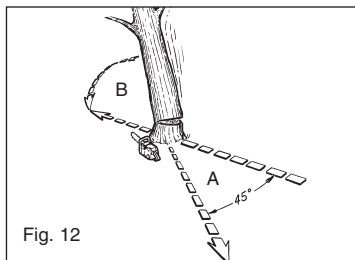

Fig. 12
ATTENZIONE: prima di tagliare ci si deve assicurare di non rimanere intrappolati quando l'albero cadrà (A). Questa zona libera dovrebbe trovarsi dietro, diagonalmente, rispetto al lato posteriore della prevista direzione di caduta, come rappresentato nella Fig. 12.
ATTENZIONE: Quando il taglio di caduta si avvicina al punto di ancoraggio, l'albero inizia a cadere. Appena l'albero inizia a cadere, togliete la sega dal taglio, spegnete il motore, posate la sega a catena e lasciate l'area attraverso la via di fuga (Fig. 12).